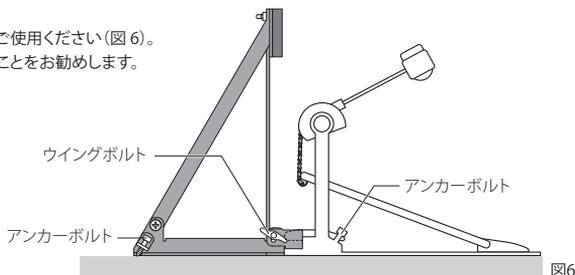

図6
- ・BD-10 が動いてしまう場合は、すべり止めのアンカーボルトをご使用ください(図 6)。